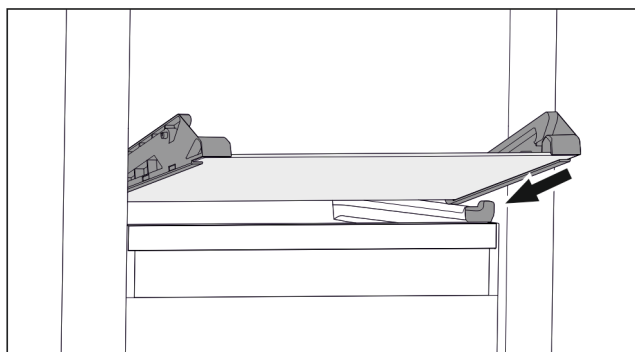

Fig. 109 Tablette en verre du tiroir basculable
- Placer la tablette en verre, en l'inclinant, derrière les butées. (voir Fig. 109)